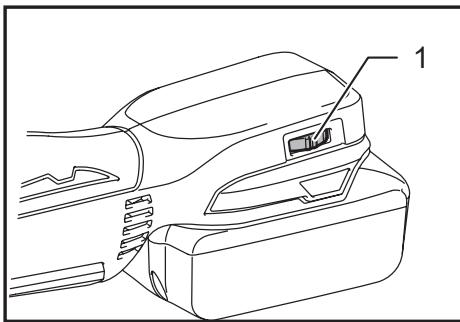

Fig.6
► Рис.6: 1. Рычаг реверсивного переключателя